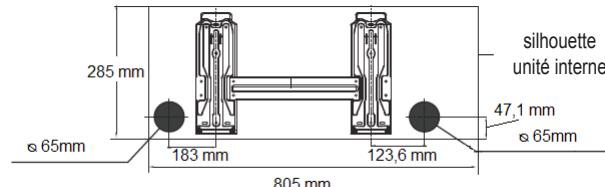

fig. 8 -
1. Détachez la plaque pré-tranchée (A-*"fig. 8 -"*) dans la direction souhaitée.